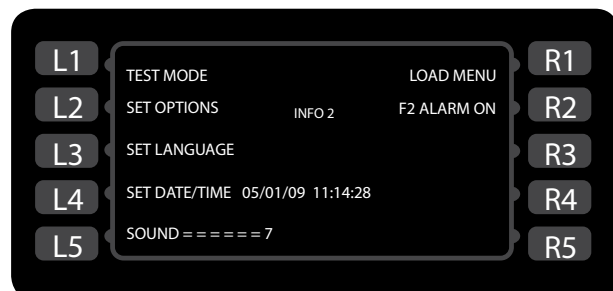
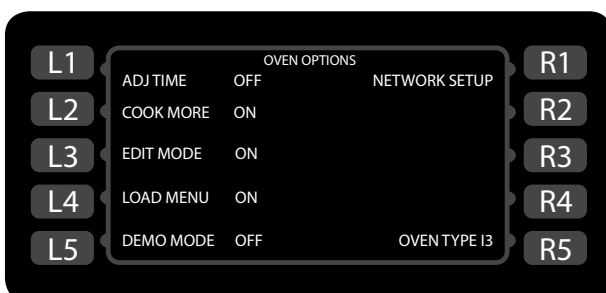
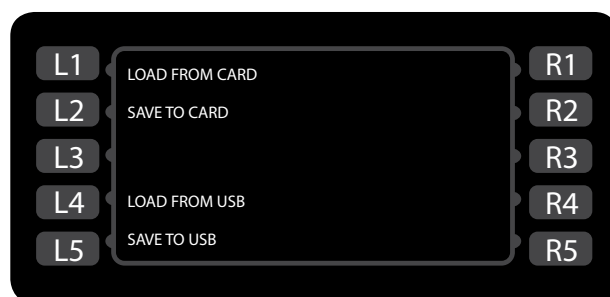

Bild 21: Infomodus-Bildschirm 2
Bild 24: Optionen-Bildschirm
Bild 27: Menüimport-Bildschirm
In Bildschirm 2 des Info-Modus (Bild 21):
In Bildschirm 2 des Info-Modus (Bild 21, Seite 14) die Softtaste L2 drücken zum Zugang in den Optionen-Bildschirm (Bild 24). Wenn erfolgt, das Passwort 9 4 2 8 eingeben und Enter drücken.
Zum Ein- oder Ausstellen des Alarms F2 die Softtaste R2 im Info 2 Bildschirm drücken (Bild 21, Seite 14).
Genaue Datum- und Zeitangaben sind wichtig zum Aufzeichnen von Ofenzählwerk, Diagnosen und Fehlerbedingungen, falls welche auftreten. Ofenuhrzeit und Datum werden werkseitig eingestellt. Es kann aber erforderlich sein, dass der Betreiber Änderungen vornehmen muss. In Bildschirm 2 im Info-Modus (Bild 21) die Softtaste L4 drücken zum Zugang zum Bildschirm „Datum/Uhrzeiteinstellung“ (Bild 25).
In Bildschirm 2 des Infomodus (Bild 21, Seite 14) die Softtaste R1 drücken zum Zugang zum „Menüimport“-Bildschirm (Bild 27).
HINWEIS: Diese Funktion kann im „Optionen“-Bildschirm ein- oder ausgeschaltet werden (Bild 24).
4. Softtaste L1 drücken (Bild 27).
4. Softtaste L4 drücken (Bild 27).
2. Softtaste L2 drücken (Bild 27).
2. Softtaste L5 drücken (Bild 27).